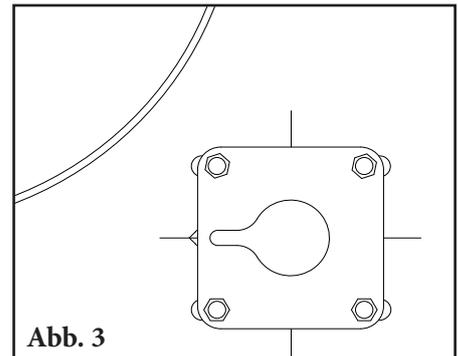

Abb. 3
- Steckachse zu nah an der Trommel montiert - Wenn in der Anfangsstellung kein Abstand gelassen wird (Abb.3), berührt die Blattspitze möglicherweise nicht das Band. In diesem Fall wird das Abstreifblatt weggedrückt und verliert seinen Scher- (Reinigungs-)Effekt. Die Spitze des Abstreifblatts kann auch verflachen, was zum Verkleben von Fördermaterial führen kann.
Montieren Sie die Montageplatten mit den beigegefügten Schrauben an den Übergabetrichter. Zentrieren Sie die Platten in den Langlöchern und ziehen Sie die Schrauben an (Abb. 3).